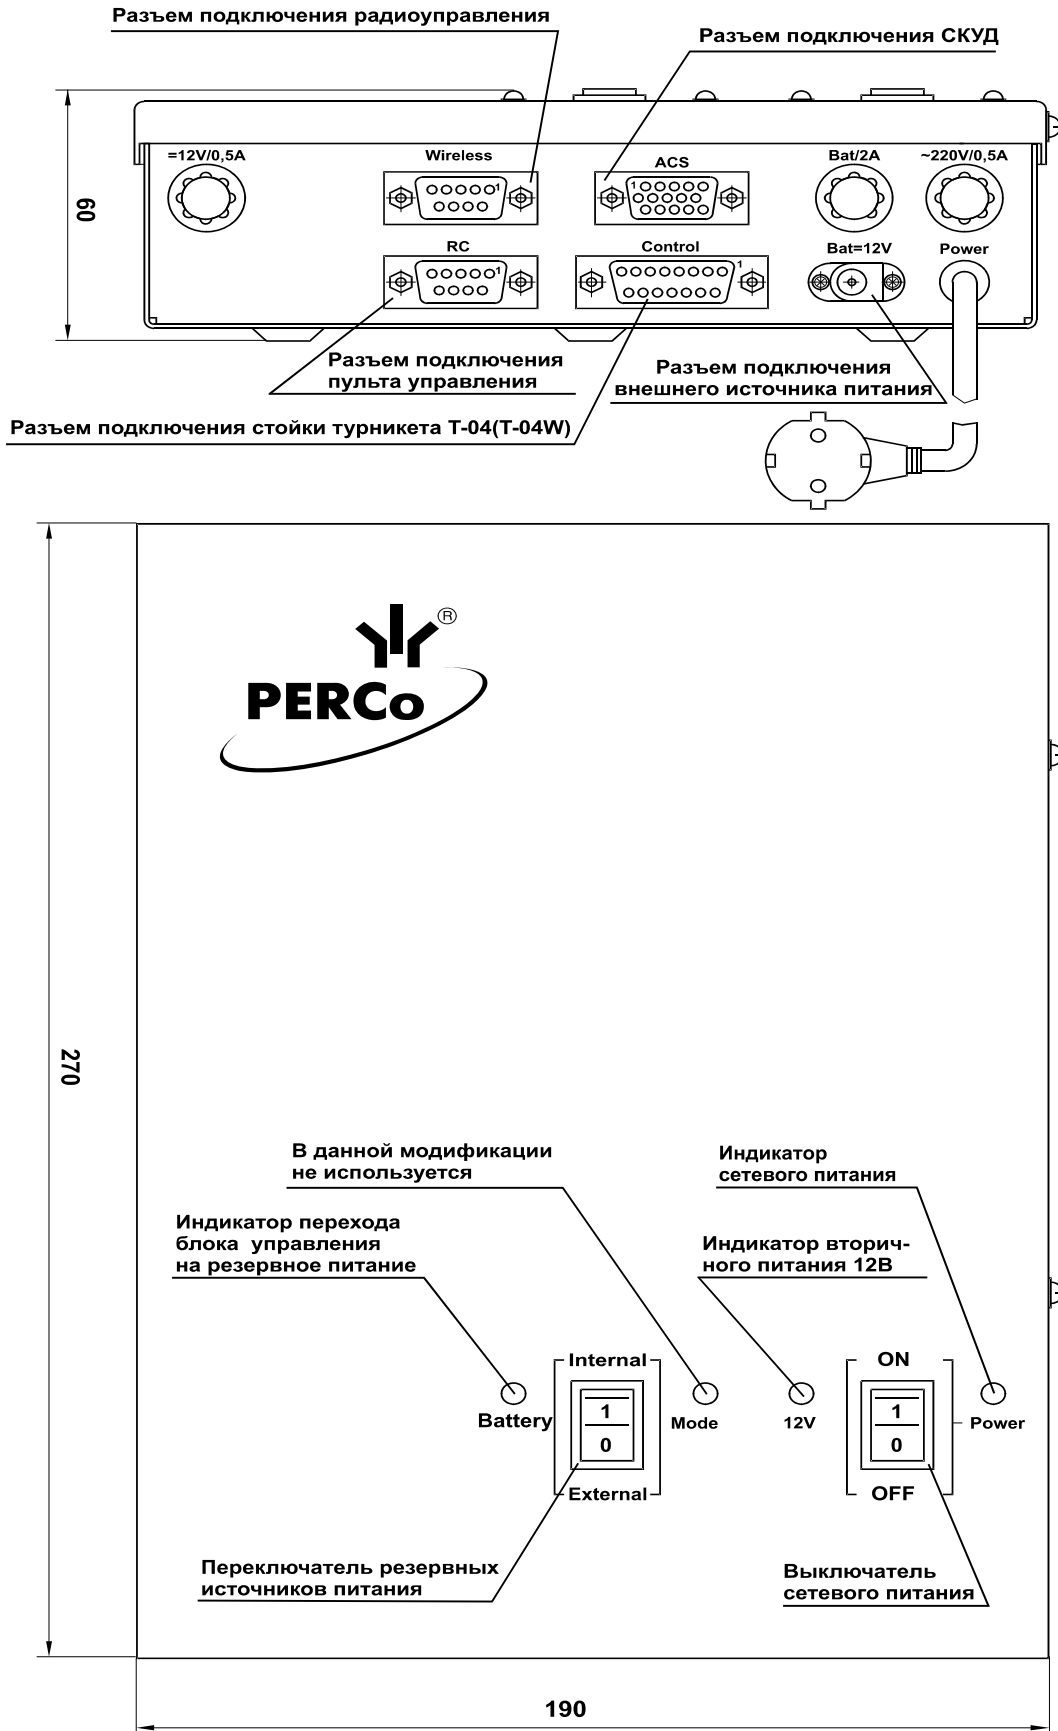

Рис. 2 Блок управления
5.2.4. Пульт управления выполнен в виде небольшого настольного прибора в корпусе из ударопрочного АБС пластика и предназначен для задания и индикации режимов работы при ручном управлении турникетом. Пульт управления подключается к блоку управления гибким многожильным кабелем (6) через разъем «RC» (см. рис. 2).
На лицевой панели корпуса пульта управления расположены 3 кнопки управления для задания режимов работы турникета. Над кнопками расположены индикаторы. Средняя кнопка (далее — кнопка **STOP**) предназначена для переключения турникета в режим «Запрет прохода». Левая и правая кнопки предназначены для разблокировки турникета в выбранном направлении. Изменить ориентацию пульта управления относительно установки стойки турникета (если по месту установки стойка турникета обращена к оператору не лицевой, а тыльной стороной) можно, переключив пульт управления на разъем «Wireless» блока управления (см. рис. 2). Пульт управления снабжен зуммером для формирования звуковых сигналов.
На лицевой панели блока управления (см. рис. 2) расположены следующие индикаторы: